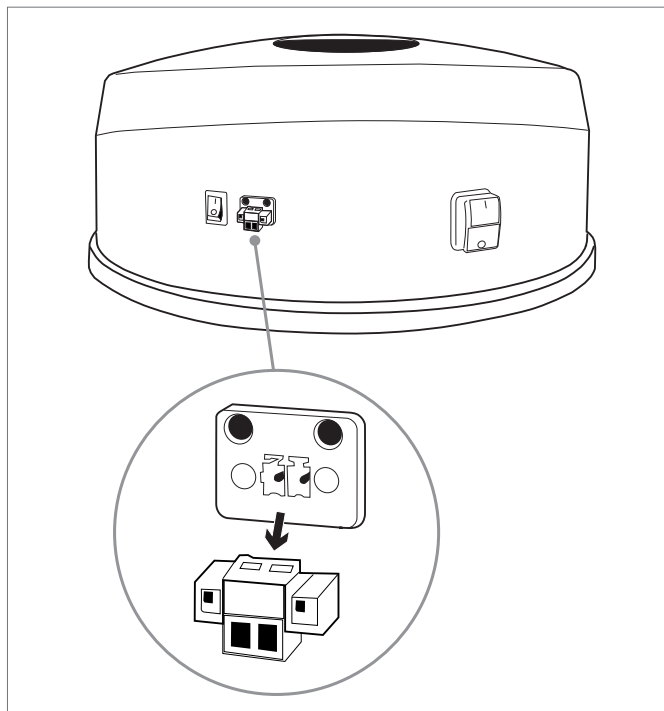

Рис. 6-3 Отсоединение кабеля управления
- 1 Отсоединить контактный штекер кабеля управления от центрального пылесоса (см. рис. 6-3).